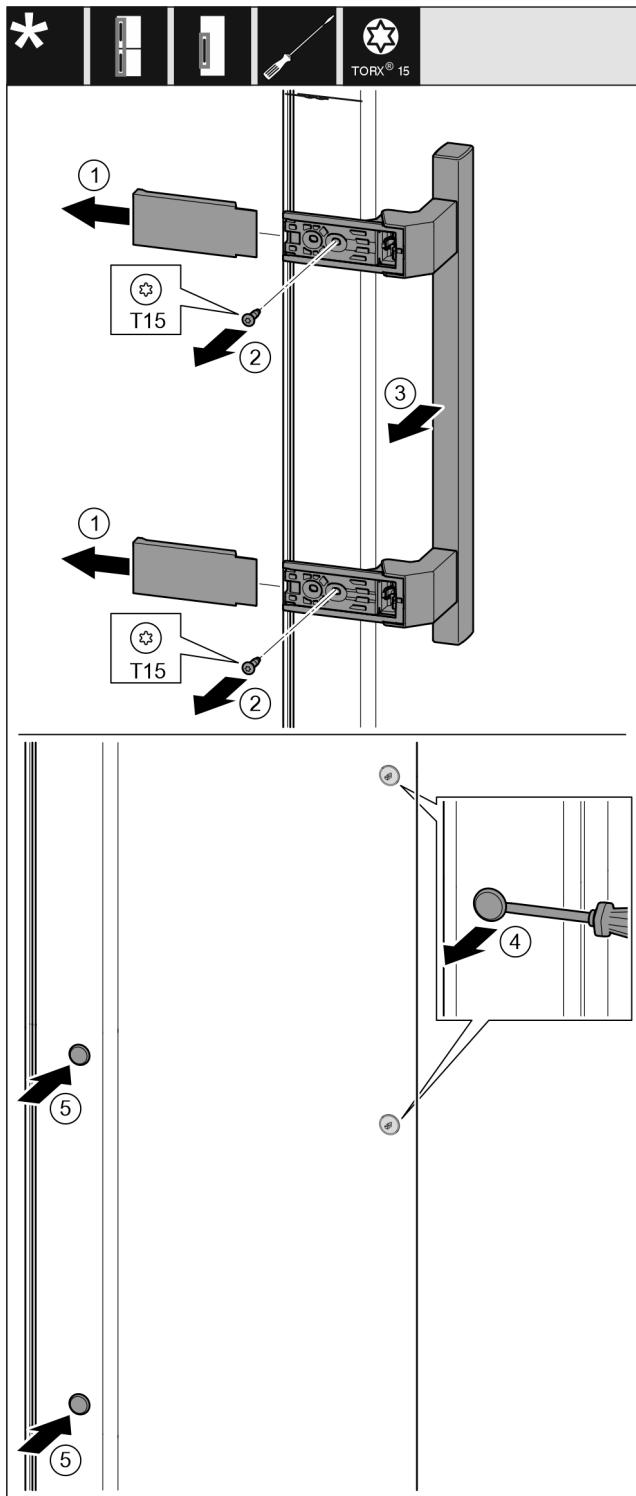

Fig. 17
- Αφαιρέστε το κάλυμμα. Fig. 17 (1)
► Ξεβιδώστε τις βίδες με κατσαβίδι T15. Fig. 17 (2)
► Αφαιρέστε τη λαβή. Fig. 17 (3)
► Ανασηκώστε προσεκτικά και τραβήξτε έξω την πλαϊνή τάπα με ένα ίσιο κατσαβίδι. Fig. 17 (4)
► Τοποθετήστε ξανά την τάπα στην άλλη πλευρά. Fig. 17 (5)